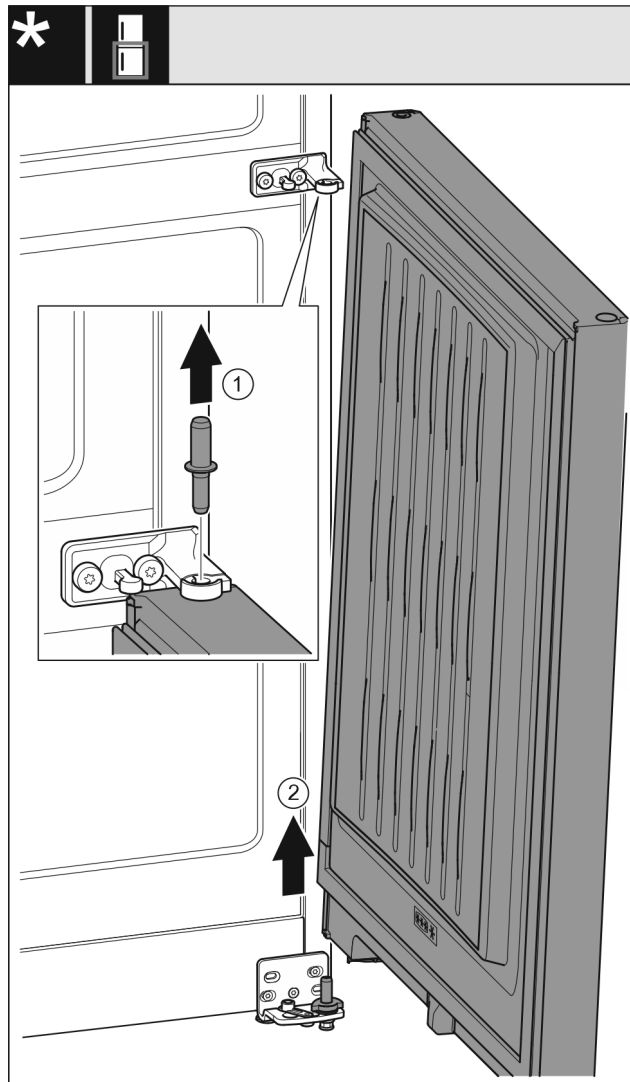

Fig. 9 Záráscsillapító nélkül
- ▶ Húzza ki felfelé a csapszeget Fig. 9 (1).
- ▶ Fordítsa ki az ajtót Fig. 9 (2), húzza fel, és tegye félre.